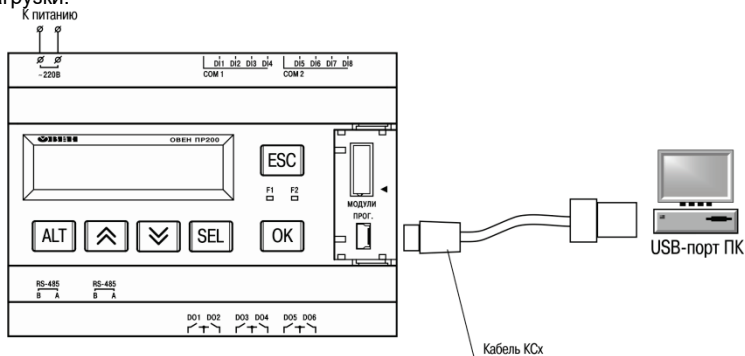

Рисунок 5.1 – Схема подключения ПР200 к ПК
5.1.1 Перед использованием прибор необходимо запрограммировать, т. е. создать пользовательскую программу, для программирования прибор необходимо подключить к компьютеру (рисунок 5.1). После создания пользовательская программа может быть сохранена в энергонезависимой памяти прибора и запускаться на выполнение после включения питания или перезагрузки.